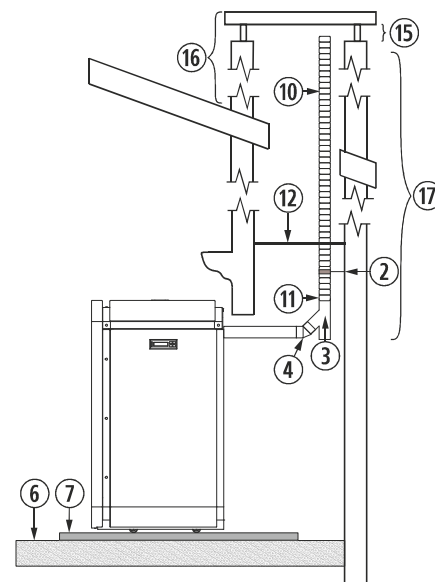

Figura 6
**4.26.** A instalação de um encastrável numa chaminé de obra pode ser feita em toda a sua totalidade em tubo flexível, tal como indicado na figura 6. Devemos ter especial cuidado na hora de realizar o isolamento entre a chaminé e o tubo da saída de gases para evitar possíveis retrocessos de gases em caso de tempestade.
②	Abraçadeira de união de aço inox.
③	Tê de 135° com registro.
④	Curva de 45°.
⑥	Chão de madeira.
⑦	Protector de chão incombustível.
⑩	Tubo de aço inox flexível.
⑪	União adaptadora de flexível a rígido.
⑫	Isolante anti-retrocesso.
⑮	Mínimo 200mm.
⑯	Deve ultrapassar o teto em 1 metro.